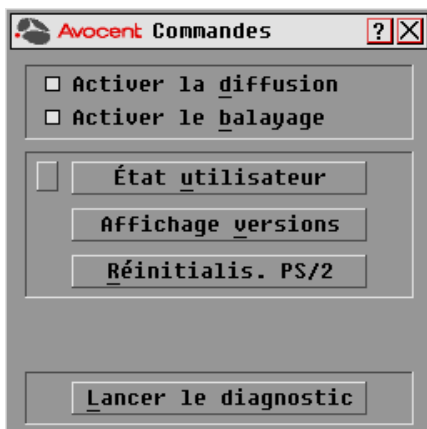

Figure 3.12 : Boîte de dialogue Commandes de l'interface OSCAR
2. Cliquez sur le bouton *Commandes* pour ouvrir la boîte de dialogue Commandes, comme indiqué à la Figure 3.12.
- a. Cliquez sur *Commandes* pour ouvrir la boîte de dialogue Commandes, comme indiqué à la Figure 3.12 à la page 40.